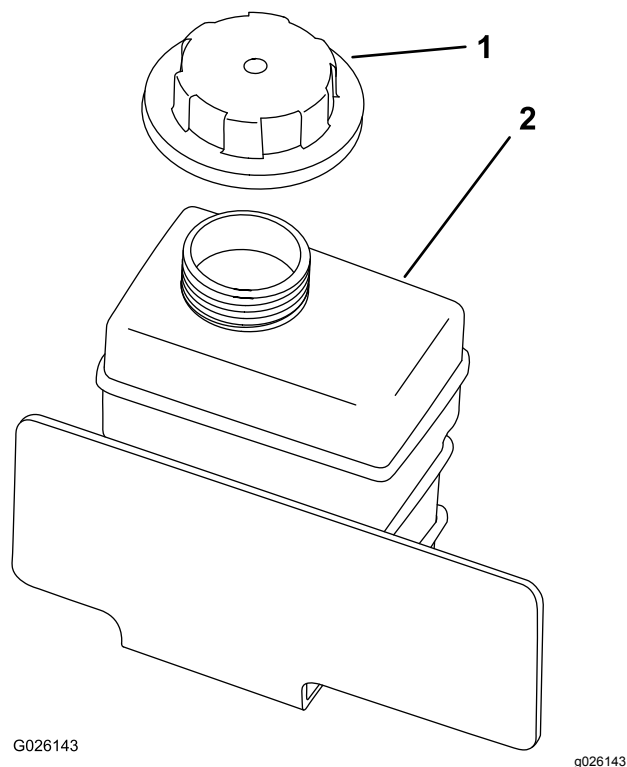

Рисунок 49
4. Проверьте уровень охлаждающей жидкости в расширительном бачке (Рисунок 49).